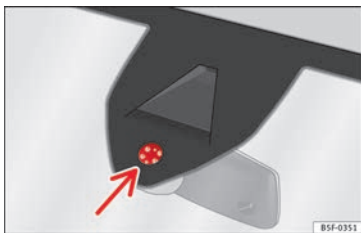

Fig. 144 Superfície sensível do sensor de chuva.
As possíveis causas de anomalias e interpretações errôneas na zona da superfície sensível » » » Fig. 144 do sensor de chuva são, entre outras:
- Limpe regularmente a superfície sensível do sensor de chuva e verifique possíveis danos nas escovas » » » Fig. 144 (seta).